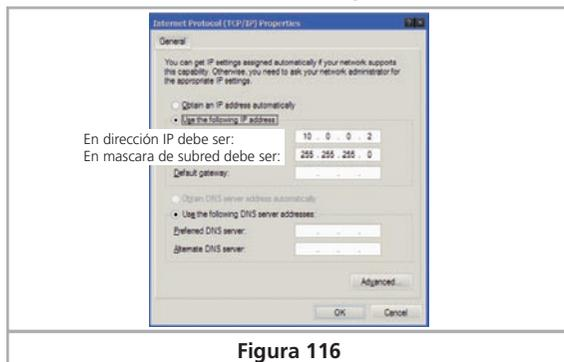

Figura 116
- Seleccione „Usar la siguiente dirección IP“ e introduzca el valor exactamente como se muestra en la figura 116.